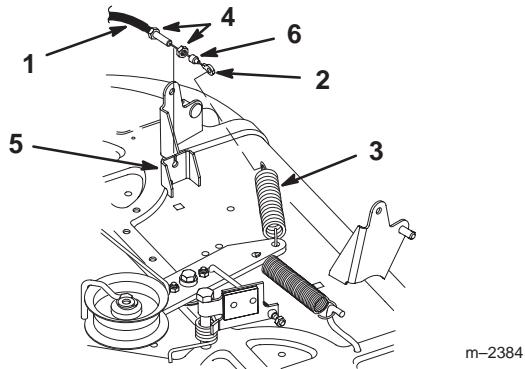

Bild 44
15. Entfernen Sie den Gummiwischer und die erste Klemmmutter (Bild 44).
16. Drehen Sie die zweite Klemmmutter ganz auf das Zapfwellenantriebskabel (ZWA) auf (Bild 44).
17. Führen Sie das Kabel durch den Schlitz in der Befestigungshalterung und drehen die zweite Klemmmutter auf das Kabel (Bild 44) auf.
18. Haken Sie das Ende des Zapfwellenantriebskabels (ZWA) an der Spannrollenfeder ein (Bild 44).